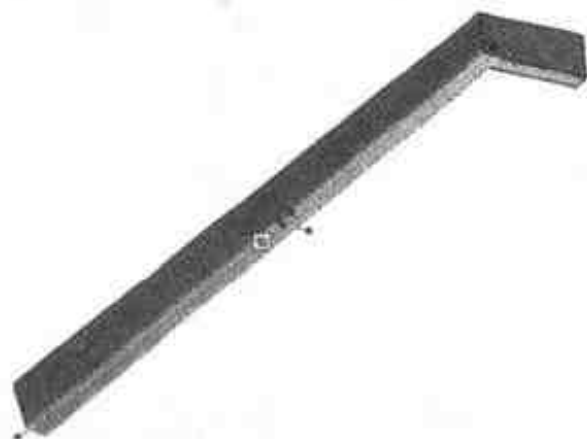

图 4.89 添加【折弯】图素
(4) 向板料靠内侧的一边中心拖放一个【折弯】的弯曲图素, 如图 4.89 所示。